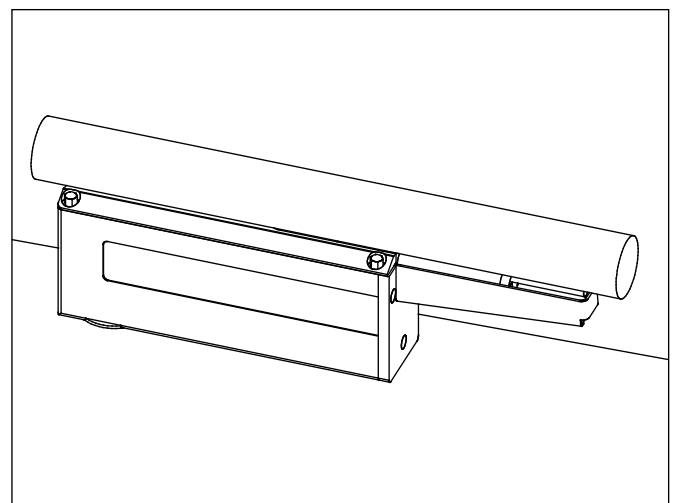

Fig. 9
- En objetos de medición cilíndricos largos con diámetros superiores a 30 mm, la MarSurf GD 25 / GD 25 plus puede colocarse hacia arriba, de manera que el prisma de apoyo sirva como soporte de la pieza (véase fig. 9). En su caso, puede que sea preciso retirar el pie de apoyo posterior central.